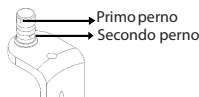

Figura 21
- Se si preferisce un collegamento fisso, il secondo perno deve essere allineato a una scanalatura e la **lama ALIF** spinta verso l'alto. Quando il secondo perno è innestato al **portalama a connessione rapida**, la **lama ALIF** rimane fissa (Figura 21).